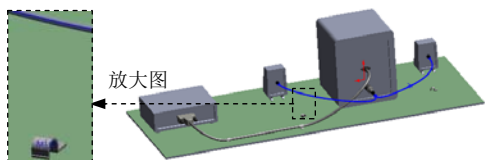
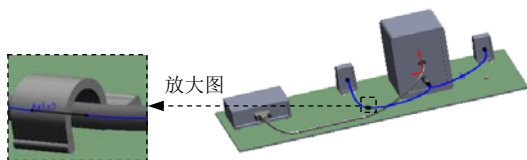

图 11.11.21 选取线路
图 11.11.22 线夹 3 移到电线
Step3. 将电线移到线夹 3。选择  功能选项卡中的  步路通过线夹 (T) 命令，系统弹出“步路通过线夹”对话框；选取图 11.11.21 所示的电线和线夹的轴线；单击对话框中的  按钮，完成图 11.11.22 所示将线夹 3 移到电线的创建。